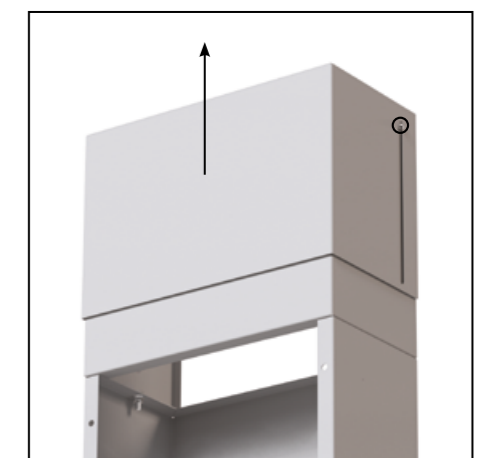

Рис. 41
2.8. Поднять компенсатор (5.2) вверх до соприкосновения с поверхностью потолка и затянуть винты М6×16 (рис. 41).